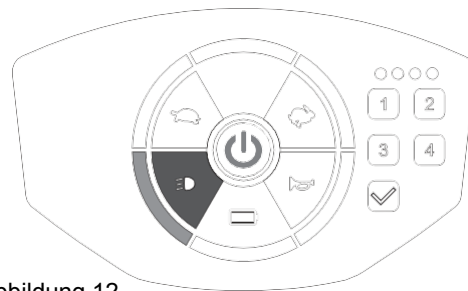

Abbildung 12
- Durch erneutes Drücken der Taste schalten Sie Scheinwerfer und Rücklicht wieder aus. Die Taste [] im Bedienfeld erlischt (Abbildung 12).